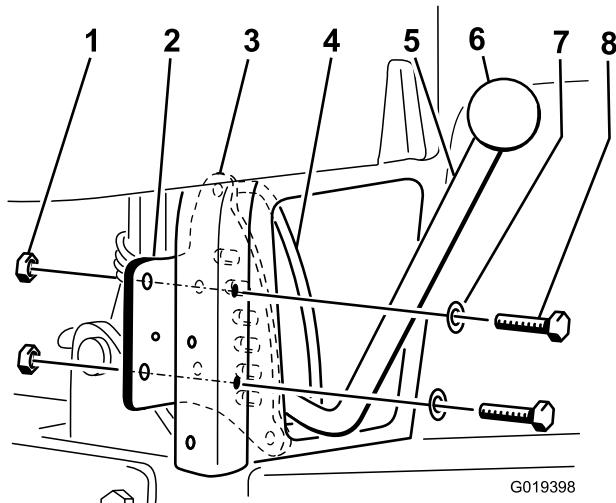

Figura 3
Nota: La palanca debe pasar entre la placa de retención y la guía de la palanca (Figura 3).
7. Instale la placa de retención en la parte trasera del tubo vertical derecho del bastidor trasero con 2 pernos (5/16 x 2-1/4 pulgadas), 2 arandelas y 2 contratuerca (5/16 pulgada) (utilice las arandelas y las contratuerca retiradas en el paso 4). Posicione las piezas según se muestra en Figura 3.
8. Enrosque el pomo en la palanca de elevación (Figura 3).